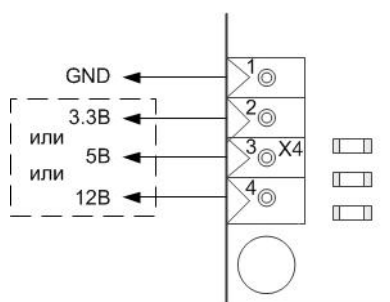

Рисунок 11 - Схема клемм изделия для стыковки с контроллерами
Способ подключения изделия к управляющим выходам разнотипных контроллеров указан в табл.5 в виде наименований клемм (контактов) контроллеров, которые следует соединить с нужными контактами клеммы X4 изделия (см. рис.11).
2.5.5. Соединить управляющий выход контроллера с входом управления изделия, согласно табл.5 и рис.11.